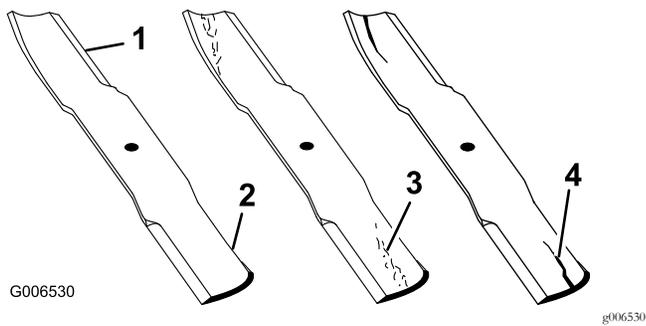

Figura 56
1. Controllate i taglienti (**Figura 56**).
4. Se notate incrinature, usura o scanalature in questa zona, montate immediatamente una nuova lama (**Figura 56**).